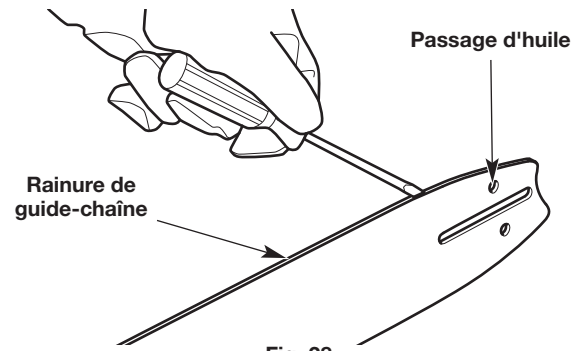
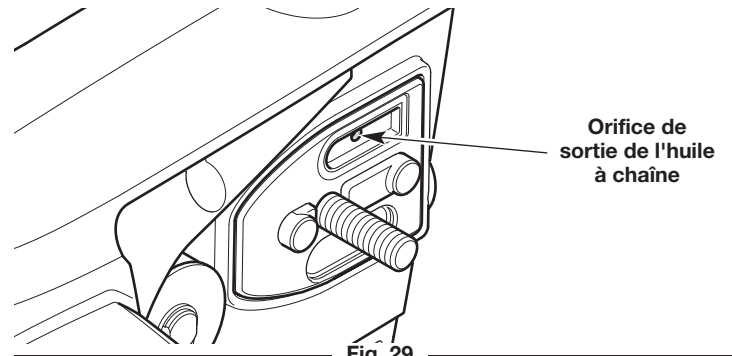

Fig. 28
Fig. 29
2. Nettoyez la rainure de la tige de guidage et les passages d'huile chaque fois que la chaîne est enlevée, lorsque l'appareil a été largement utilisé ou lorsque la chaîne semble sale. Utilisez un tournevis, un couteau à mastic, une brosse d'acier ou un instrument similaire pour enlever les débris de la rainure de la tige de guidage (Fig. 28). Utilisez un petit fil souple pour enlever les débris du trou d'évacuation d'huile de la chaîne (Fig. 29).